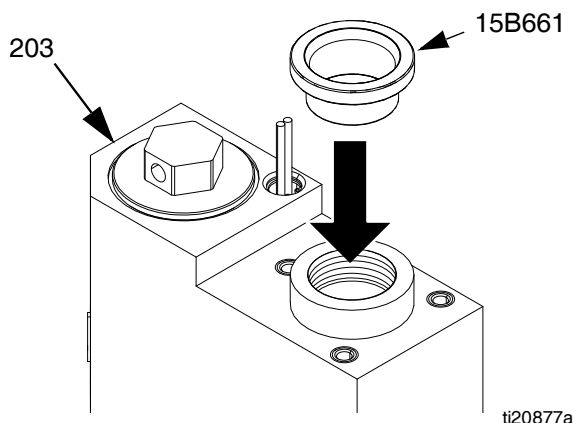

FIG. 30
1. Para proteger los sellos de las roscas filosas, coloque la herramienta de instalación del sello 15B661 en el orificio del cuello. Consulte la FIG. 30.
7. Instale la tuerca de retención (235). Consulte la FIG. 30.